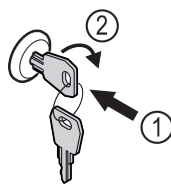

Fig. 206
- Dugja be a kulcsot. Fig. 206 (1)
- Forgassa el a kulcsot 90°-kal az óramutató járásával megegyező irányba. Fig. 206 (2)